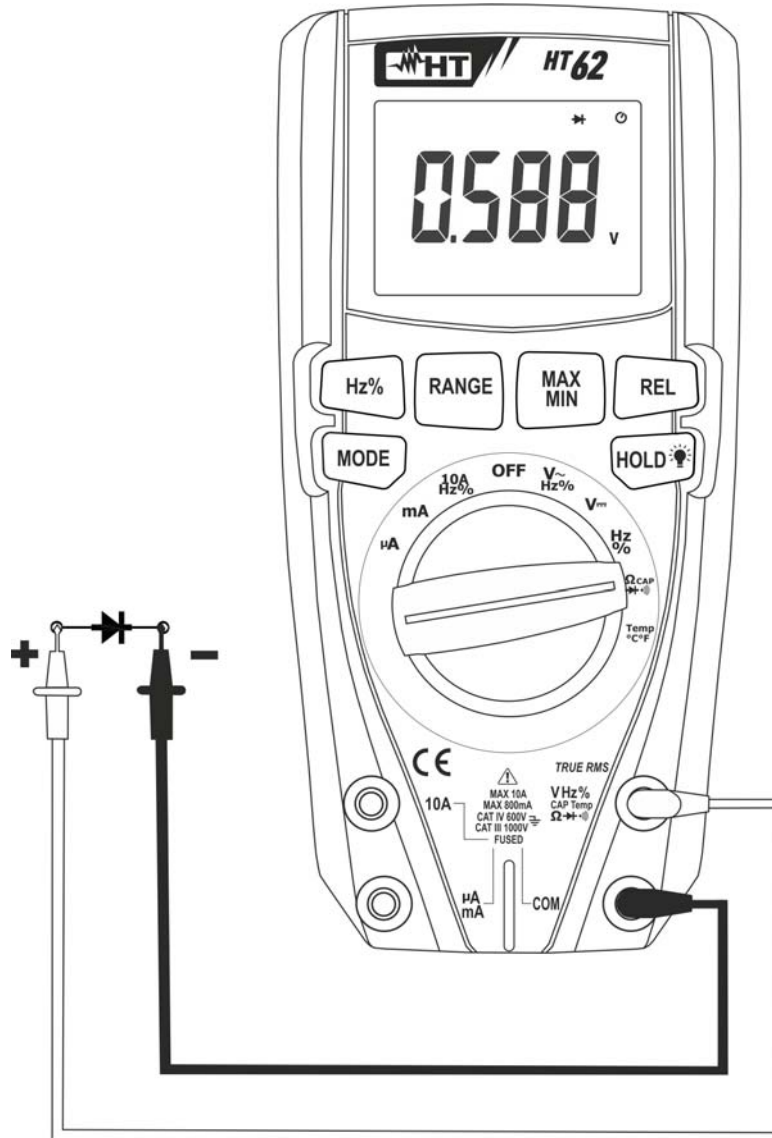

Fig. 6: Utilisation de l'instrument pour le test des diodes
4. Positionner les embouts aux extrémités de la diode sous test (voir Fig. 6) en respectant les polarités indiquées. La valeur de la tension de seuil en polarisation directe est affichée à l'écran
6. Si l'instrument affiche le message "O.L." les bornes de la diode sont inversées par rapport à ce qui est indiqué dans Fig. 6 ou bien la jonction P-N de la diode est endommagée